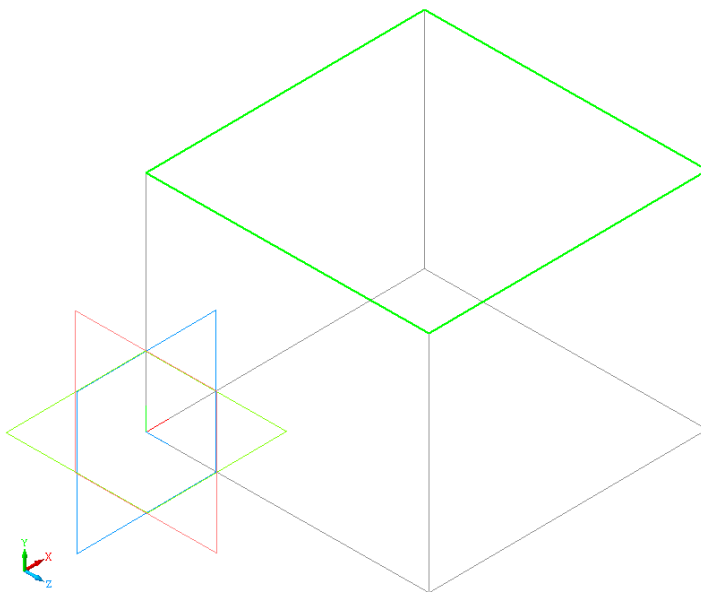

Рис. 12.8.
2.1. Выберите режим отображения модели **Каркас** (рис. 12.8).